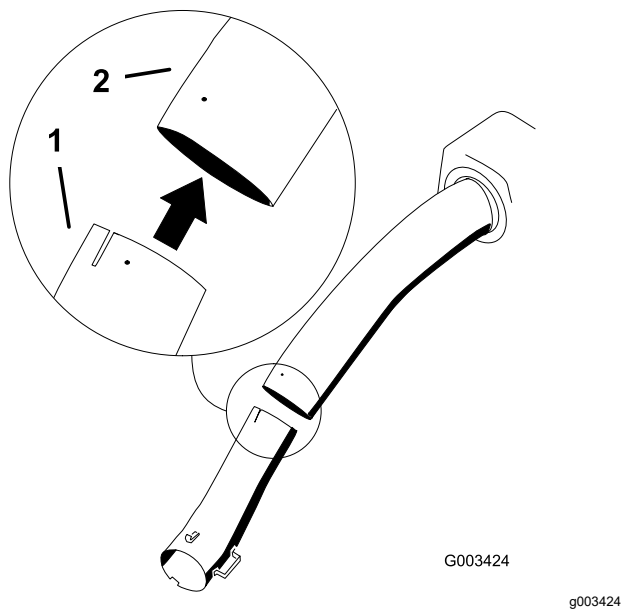

Figura 15
5. Instale el tubo inferior en el tubo superior (Figura 15).